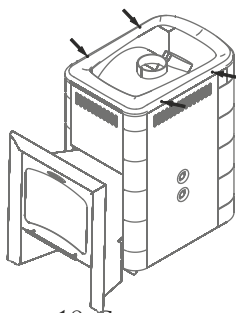

Рисунок 10. Саморезы для демонтажа рамки конвектора печи.
1. Снять рамку конвектора, открутив 4 самореза (рисунок 10)